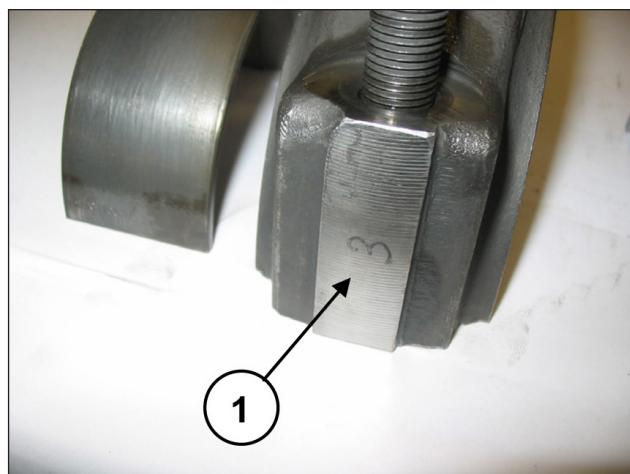

Abb. 42
Paaren Sie die Pleuelhälften mit den vorab ausgebauten Pleueldeckeln unter Berücksichtigung der Nummerierung (Pos. ①, Abb. 42).
Trennen Sie Pleueldeckel und Pleuelhälften; die vorschriftsmäßige Paarung wird durch die seitliche Nummerierung garantiert (Pos. ①, Abb. 42). Nachdem Sie das Gehäuse auf perfekte Sauberkeit überprüft haben, setzen Sie die Baugruppe Pleuelhälfte-Kolbenführung in die Buchsen des Gehäuses ein (Pos. ①, Abb. 33).